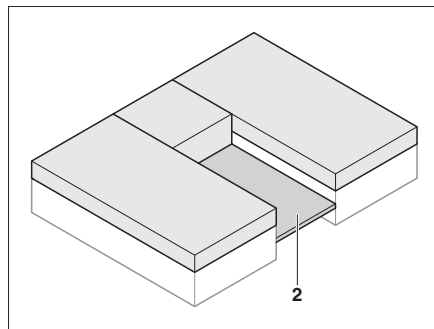

Fig. 83 Déployer le sommier à lattes
- Déployer le sommier à lattes (Fig. 83,2) entre les lits simples.